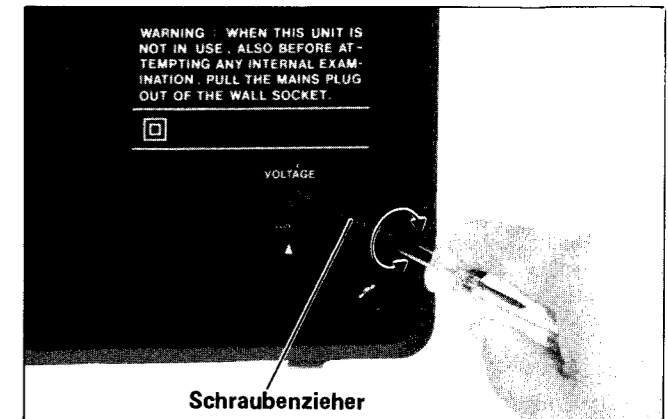

Abbildung 6
- Vor Betrieb des Gerätes über Netzstrom die voreingestellte Netzspannung überprüfen. Stimmt die voreingestellte Spannung nicht mit der örtlichen Netzspannung überein, diese wie folgt neu einstellen: Den Netzspannungswähler mit einem Schraubenzieher so drehen, daß die der örtlichen Netzspannung entsprechende Zahl im Anzeigefenster sichtbar wird. (Siehe Abbildung 6)